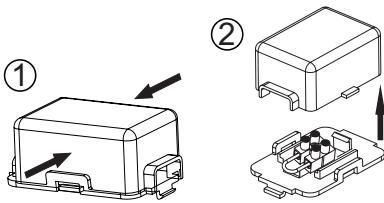

Abb. 4: Anschluss Fensterkippschalter
Auf der Elektronik-Box ist in einer kleinen schwarzen Box eine Lusterklemme mit eingesetzter Kabelbrücke installiert (▲ Abb. 4). Öffnen Sie die Box indem Sie den Deckel an den langen Seiten zusammendrücken ① und abnehmen ②.